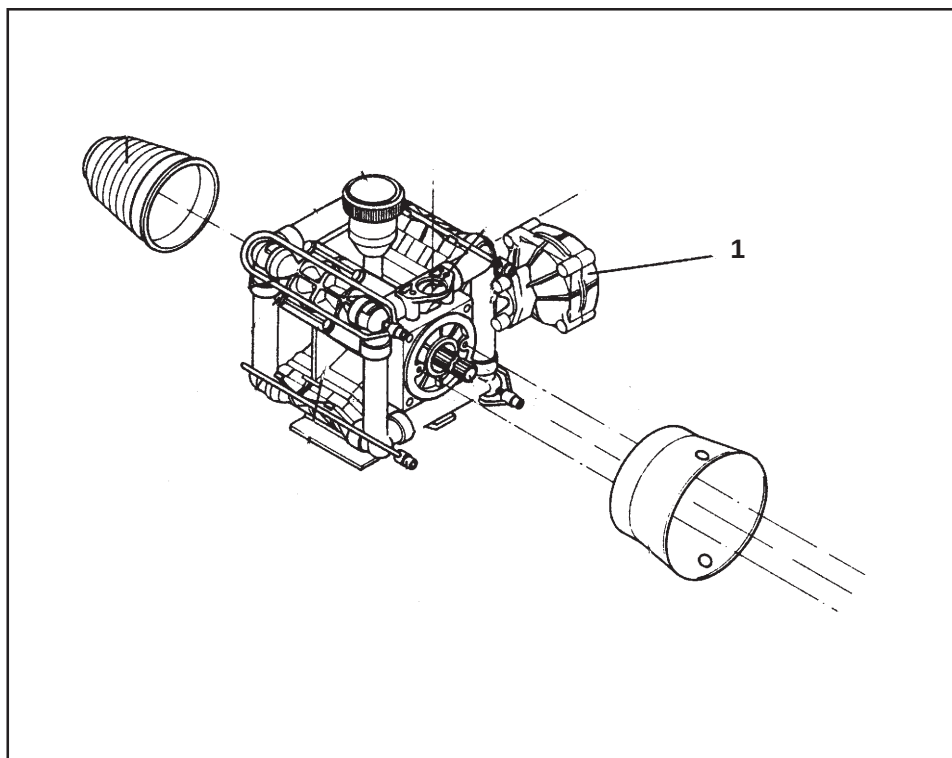
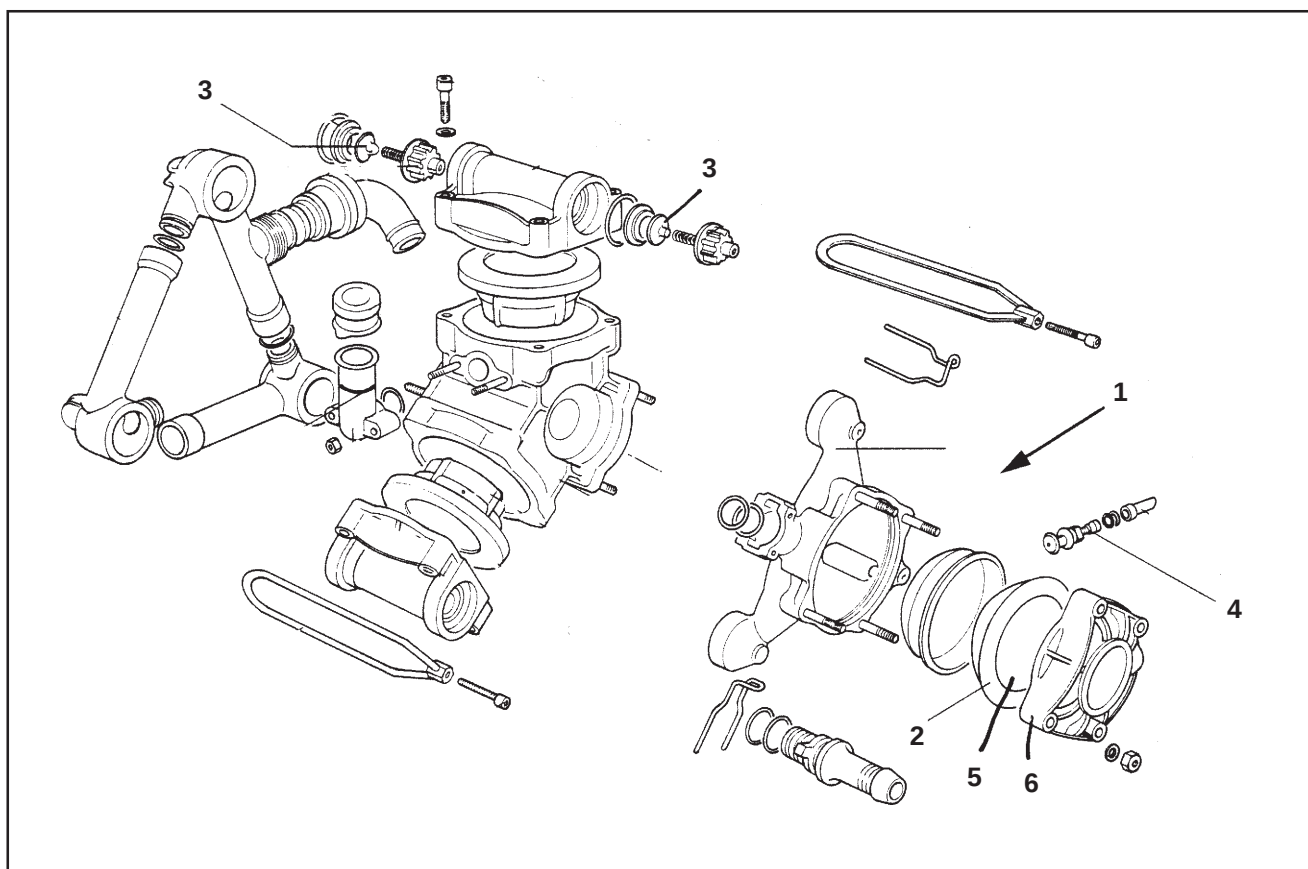

Рис. 9.4
Рис. 9.5
Причинами неравномерной работы насоса являются низкое давление воздуха в ресивере (рис. 9.4/1, 9.5/1) (только у насосов типа BP 105 или BP 151), неисправность мембраны накопителя давления (рис. 9.5/2) или изношенные и засоренные посторонними телами всасывающие и перепускные клапаны (рис. 9.5/3). Это обнаруживается визуально по колебаниям шланга и стрелки манометра.
Накопитель давления (рис. 9.4/1, 9.5/1) предназначен для необходимого уравнивания давления насоса при поступательных движениях поршней и тем самым для предотвращения пульсации выходного давления.
Контроль за давлением воздуха на клапане (рис. 9.5/4) осуществляется с помощью манометра и соответствии с таблицей регулируется следующим образом:
- Вновь проверить давление воздуха, при необходимости внести соответствующие поправки. Если в течение короткого времени давление упадет, это означает, что неисправна мембрана накопителя давления (рис. 9.5/2), и ее необходимо заменить следующим образом:
При установке мембраны следить за тем, чтобы она точно села на свое место, а ее открытая плоскость (рис. 9.5/5) была обращена в сторону крышки накопителя (рис. 9.5/6).
Если признаки толчкообразной работы насоса сохраняются и после проверки давления в накопителе - при исправной мембране - **(возможно только у моделей ВР 105 и ВР 151)** - причиной неисправности являются изношенные или засоренные посторонними телами всасывающий или выпускной клапаны (рис. 9.5/3).